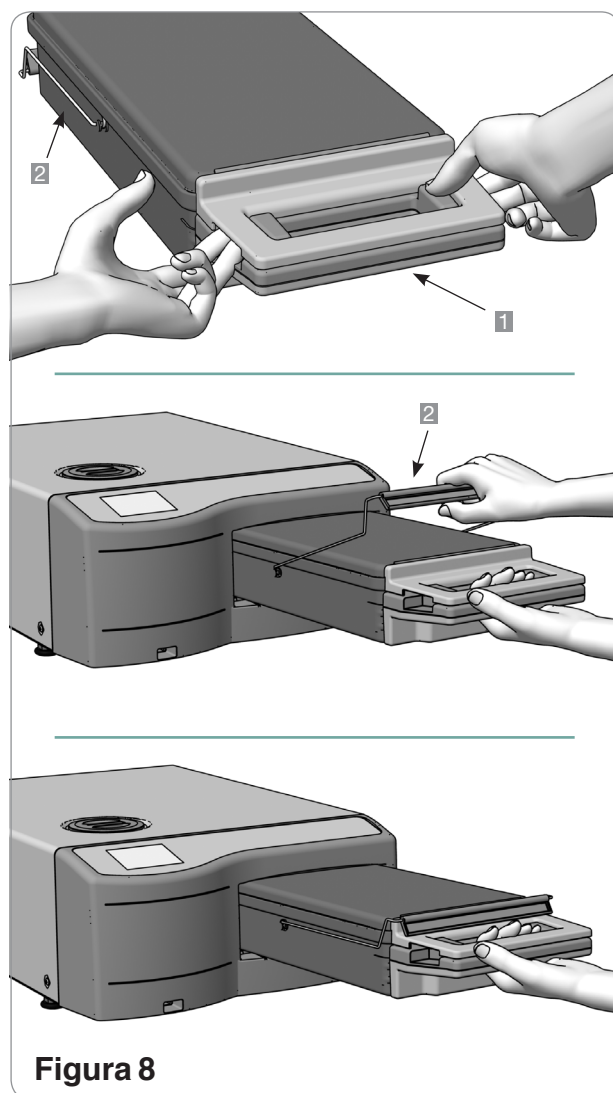

Figura 8
1. Segure a alça do cassete em uma mão e a alça de transporte na outra conforme mostrado na Figura 8.